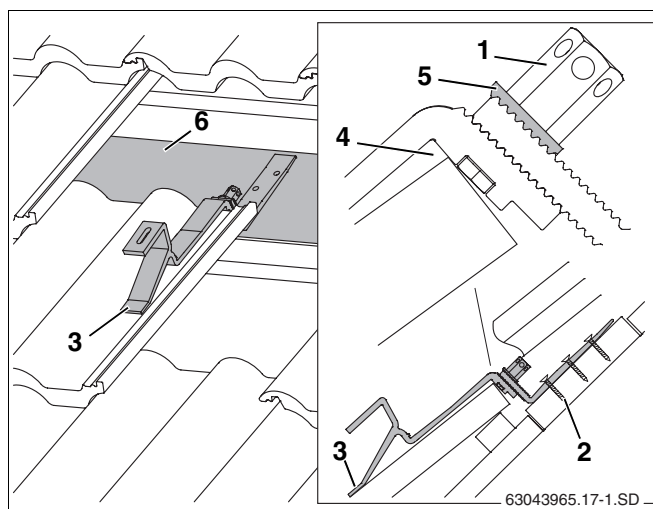

Fig. 15 Gancho de tejado montado (para facilitar la vista se han eliminado de la figura algunas tejas)
- ▶ Colocar el apoyo delantero sobre la teja de tal forma que con carga descansa sobre el perfil ondulado (fig. 15, **pos. 3**).
Para ello, el gancho de tejado debe tener un poco de juego en el borde superior de la teja (fig. 15, **pos. 4**). En caso necesario, adaptar la parte superior de la teja.
- ▶ Deslice hacia abajo la parte inferior del gancho de tejado hasta que éste descansa sobre el cabrio o sobre las tablas/tablones (fig. 15, **pos. 6**).
La arandela dentada (fig. 15, **pos. 5**) debe encajar en el lado dentado de la parte inferior del gancho para tejado.
- ▶ Apriete la tuerca hexagonal larga (fig. 15, **pos. 1**). Introduzca para ello la llave de tamaño 5 en el orificio de la tuerca hexagonal y gírela.